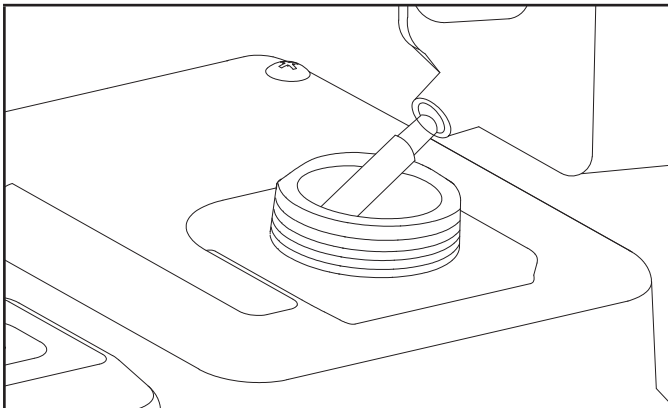

Figure 18
1. Enlevez le bouchon du réservoir d'essence. (figure 18)